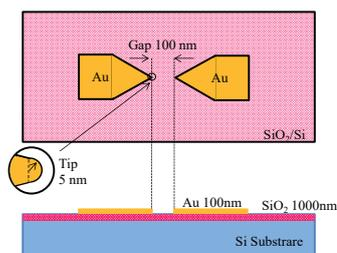

図1 デバイスの概略
- 電極間150nmの微細構造を利用した真空度センサを開発(図1)
- 電極間(図1)が超微細(100nm~150nm)であるため、真空度が高真空から低真空(図4)まで、電界放出が低電圧(図2)で可能